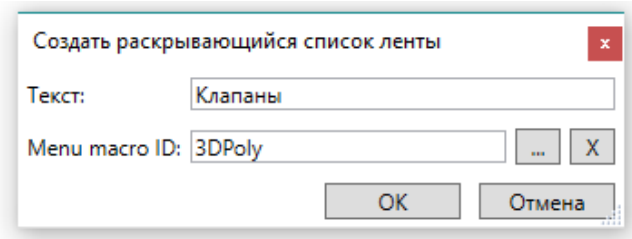

Рис. 22. Окно создания раскрывающихся списков ленты
2. В диалоге Создать раскрывающийся список ленты (рисунок 22) задать параметры.